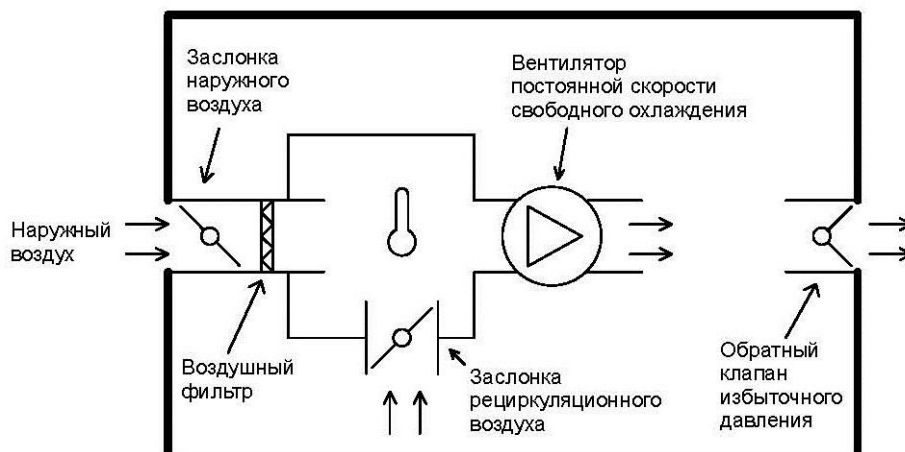

Рисунок 4. Пример технологического решения узла свободного охлаждения с использованием вентилятора с постоянной частотой вращения
1) с вентилятором постоянной скорости и узлом смещения заслонками с бесступенчатым регулированием и датчиком температуры смещения (рисунок 4).